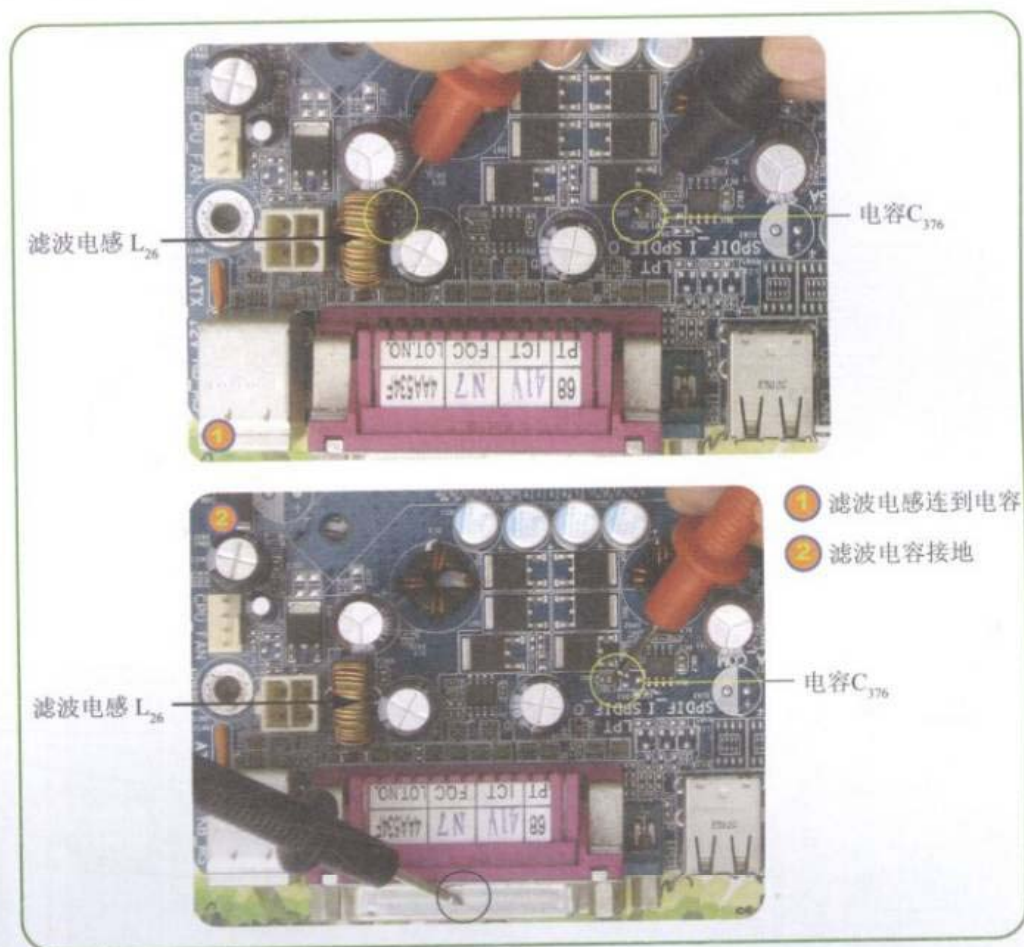

图8-51 测量电感与高端门场效应管间的电容
**Step 03** 测量滤波电感 $L_{26}$ 到高端门场效应管 $Q_{87}$ 之间的滤波电容 $C_{376}$ 及电容接地的线路，如图8-51所示。